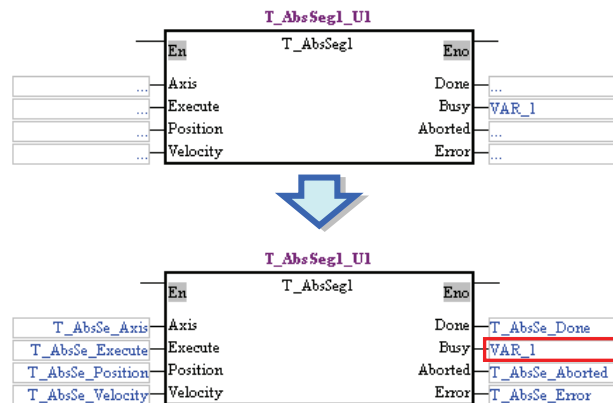

图 13-35 部分接脚已宣告时自动生成变量
(3) 若功能块的部分接脚已经宣告变量符号时，选择「预设名称 (G)」自动生成变量后，仍会保留该接脚的变量符号，如图 13-35。